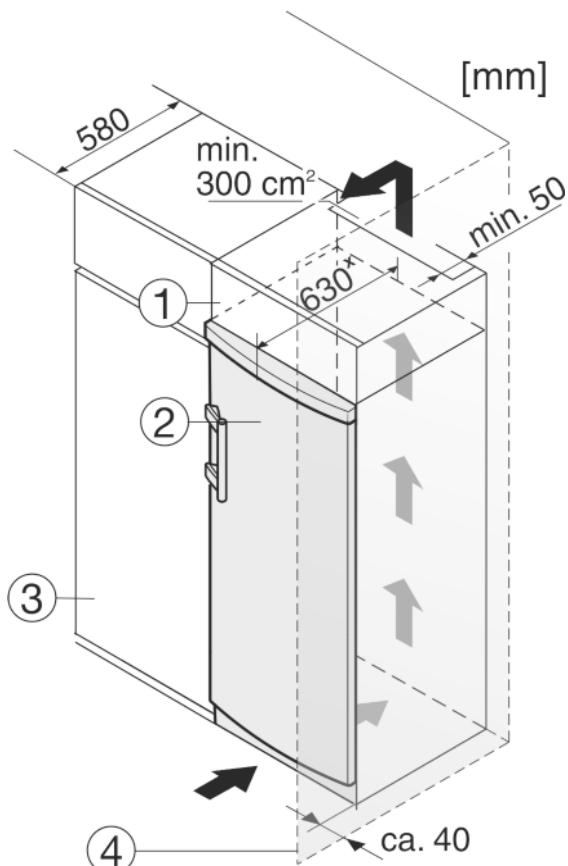

Fig. 10
- (1) Mobile da appoggio (3) Mobile da cucina
(2) Apparecchio (4) Parete
L'apparecchio può essere incassato in mobili da cucina. Per adattare l'apparecchio Fig. 10 (2) all'altezza della cucina componibile, è possibile applicare sopra l'apparecchio un mobile da appoggio Fig. 10 (1).
Si la cocina posee armarios (profundidad máx. 580 mm), el aparato se puede colocar directamente junto al armario de cocina Fig. 10 (3). El aparato sobresale 34 mm * por los lados y 50 mm * en el centro del aparato respecto al frente del armario de cocina.
Se l'apparecchio con cerniere viene installato accanto ad una parete Fig. 10 (4), la distanza minima fra l'apparecchio e la parete deve essere almeno di 40 mm, che corrisponde alla sporgenza della maniglia con la porta aperta.